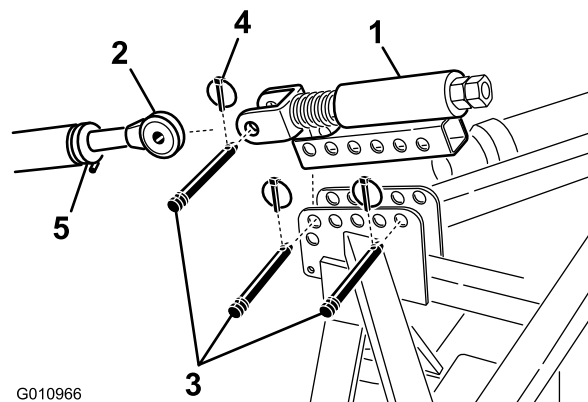

Figura 7
- Montate l'attacco superiore a molla sulla staffa dell'arieggiatore con due perni d'attacco e due acciarini (Figura 7)
- Allentate il dado di bloccaggio sull'attacco superiore dell'unità motrice. Allineate l'attacco superiore alla staffa dell'attacco superiore a molla montato sull'arieggiatore (Figura 7).
- Inserite l'attacco superiore dell'unità motrice nella staffa dell'attacco superiore a molla e fissate insieme i due elementi con un perno d'attacco e un acciarino (Figura 7).
6. Ruotate l'attacco superiore fino a comprimere la molla di circa 13 mm (Figura 7).